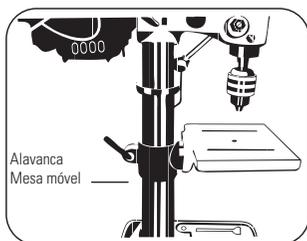

FIGURA 8.10
- Quando a posição desejada for atingida, aperte firmemente a Alavanca da Mesa Móvel para que a mesa não se mova mais (Figura 8.10).
- Afrouxe a Alavanca da Mesa Móvel (Figura 8.10).